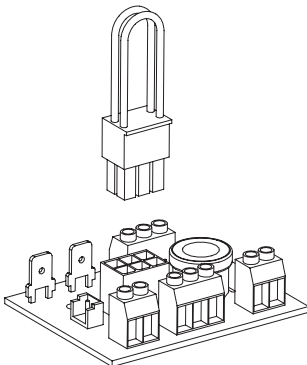

Fig. 11
- Der mitgelieferte vorverkabelte Stecker wird in die Buchse J5 der Trägerschaltung eingefügt, damit der Lüfter mit der bereitgestellten Spannung betrieben werden kann (Fig. 11).
7. Der mitgelieferte vorverkabelte Stecker wird in die Buchse J5 der Trägerschaltung eingefügt, damit der Lüfter mit der bereitgestellten Spannung betrieben werden kann (Fig. 11).